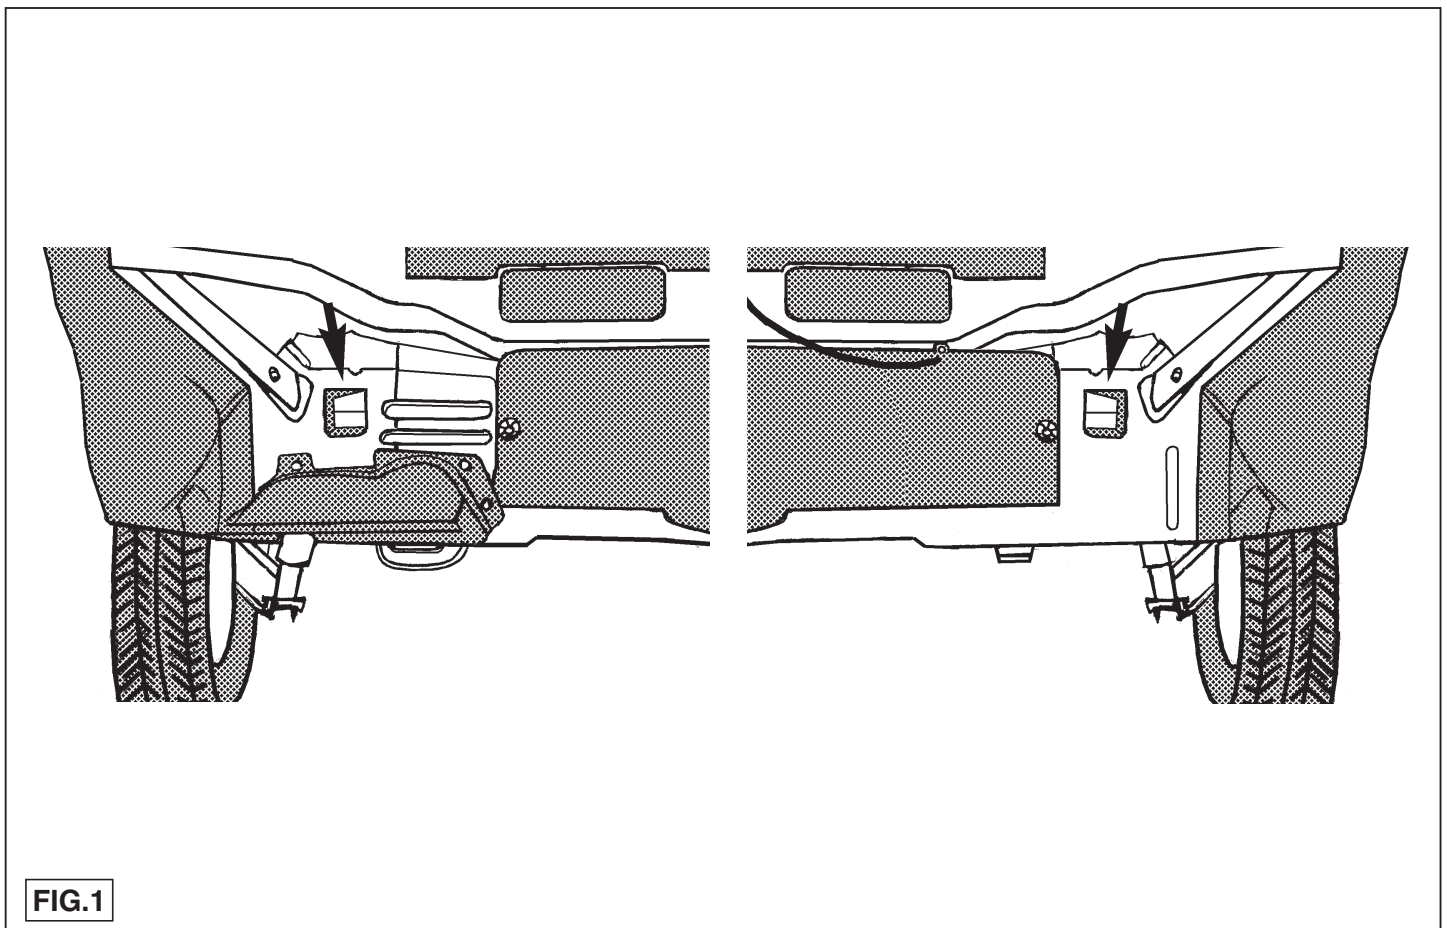

FIG.1
2. Plaats de trekhaak in de chassisbalken (zie fig.1) en bevestig deze t.p.v. de punten A met vier bouten M10x30 inclusief contra's (40x5 L=40mm) en veerringen. Draai de bouten overeenkomstig de tabel vast. Plaats de twee PE schuimblokken als afdichting in het chassis.
2. Place the towbar in the chassis beams (see figure 1) and fix at points A with four M10 x 30 bolts with backplates (40 x 5, L=40 mm.) and spring washers. Tighten the bolts to the torque as shown in the table. Place the two PE foam blocks as sealing on the chassis.
2. Positionner l'attache-remorque dans les longérons de châssis (voir la fig.1) et la fixer à l'emplacement des points A avec quatre boulons M10x30, y compris les contre-pièces (40x5 L=40mm) et les rondelles grover. Serrer les boulons conformément au tableau. Mettre les deux blocs de mousse PE pour le colmatage dans le châssis
2. Colocar el gancho de remolque en los travesaños del chasis (véase la fig. 1) y fijarlo a la altura de los puntos A con cuatro tornillos M10x30 inclusive contratuercas (40x5 L=40mm) y arandelas grover. Apretar los tornillos de acuerdo con la tabla. Colocar ambos bloques de espuma PE en chasis para obturarlos.
2. Placera dragkroken i chassibalkarna (se fig. 1) och fäst den på punkterna A med fyra skruvar M10x30 inklusive motbrickor (40x5 L=40 mm) och fjäderbrickor. Momentdrag skruvarna enligt tabellen. De två PE-skumblocken placeras som tätning i chassi.
2. Anbring anhængertrækket i chassivangerne (jævnfør fig. 1) og monter dette ved punkterne A med fire bolte M10x30 inklusiv spændplader (40x5 L=40mm) og fjederskiver. Spænd boltene ifølge tabellen. Anbring de to PE skumgummistykker til at tætne chassis med.